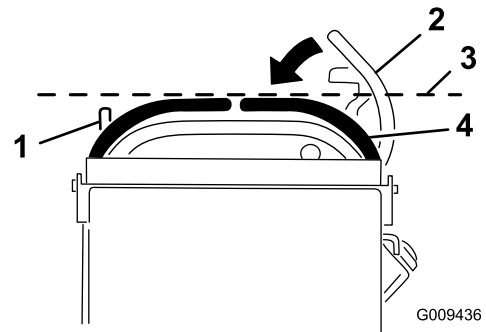

図 67
3. 右側コントロール・レバーを、ニュートラル位置から下へ押し下げる (図 67)。
4. 左側コントロールレバーと水平にそろっているかを調べる (図 67)。